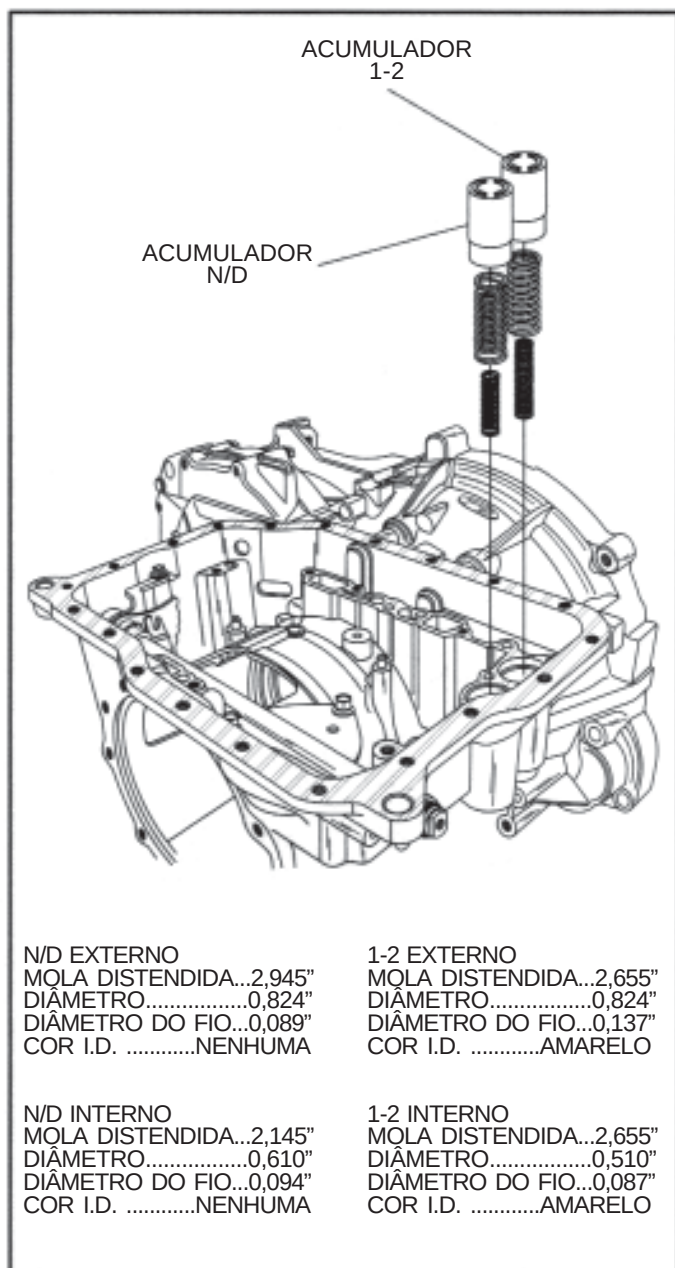

Figura 41
37. Remova os pistões e as molas dos acumuladores das posições N/D e 1-2, conforme ilustrado na Figura 41.
Obs.: Existem duas molas para cada um dos acumuladores. As quatro molas são de tamanhos diferentes. As especificações das molas estão detalhadas na Figura 41.